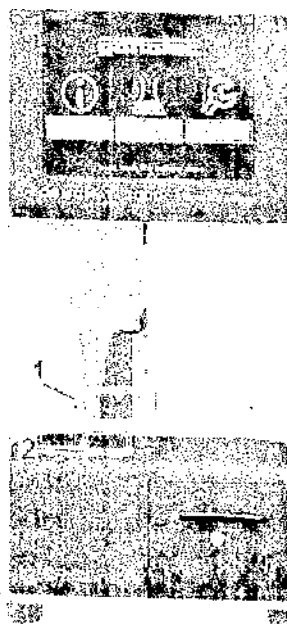

Рис. 118: Проверка прибора на наличие посторонних предметов
2. Проверить, не находятся ли в отверстиях прибора (рис. 118/1+2) посторонние предметы, например измерительные сосуды.